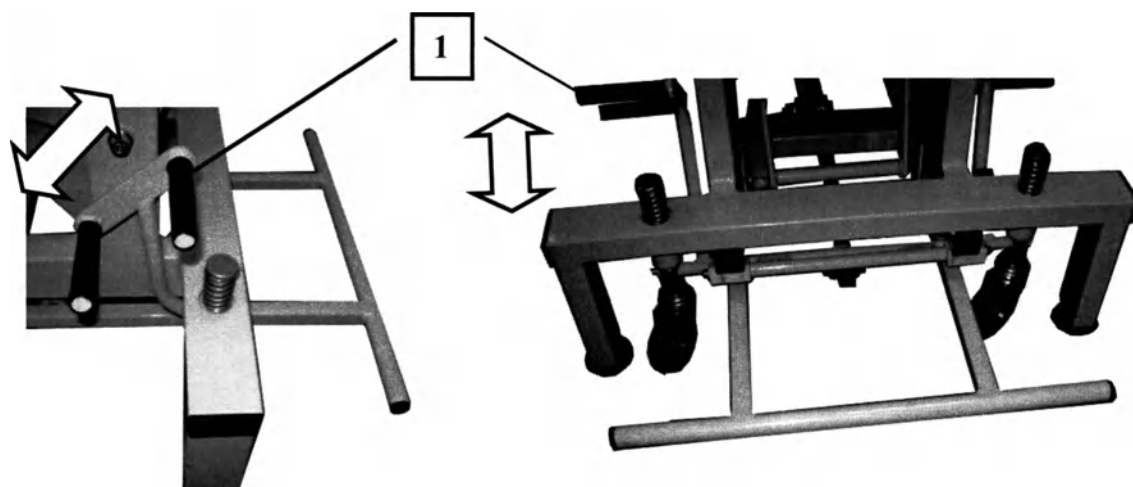

Рисунок 7 – Переключение режима работы стола -
7.3 Для перемещения столов внутри помещения нижняя рама стола оснащена блоком четырех ходовых колес, которые освобождаются при помощи педальных рычагов, расположенных в торцах у основания столов, (рисунок 7, поз.1). При верхнем положении педального рычага стол опирается на 4 ножки – это базовый режим при эксплуатации стола, в нижнем положении рычага стол опирается на блок колес и доступен для перемещения.
Внимание! Подъем / опускание ложа стола осуществляется только при верхнем положении педального рычага (рисунок 7 поз.1), т.е. в базовом режиме при эксплуатации стола.